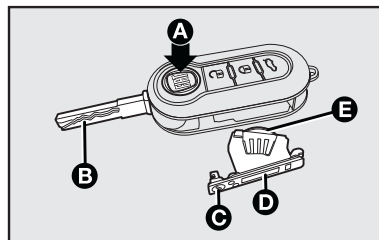

fig. 3
- apertar o botão **A**-fig. 3 e colocar o encaixe metálico (**B**) na posição de abertura;